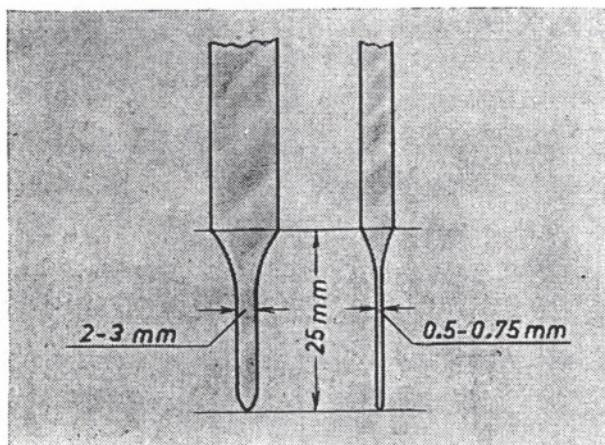

Abb. 66 Stahlfeder zum Reinigen der Zündkerze
9. Bevor die Zündkerze eingeschraubt wird, soll diese mit einer Stahlfeder, wie sie die Abb. 66 zeigt, oder im Sandstrahl器 gründlich gereinigt und der Elektrodenabstand auf 0,4 mm eingestellt werden.